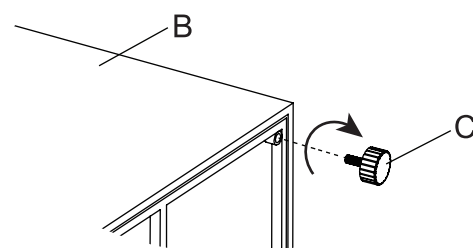

Figure 1
1. S pomocí druhé osoby opatrně umístěte ohniště (B) na rovný, neabrazivní povrch, abyste zabránili poškrábání. Zkontrolujte čtyři spodní rohy, zarovnejte nožky (C) s otvory a zašroubujte po směru hodinových ručiček (viz Figure 1).